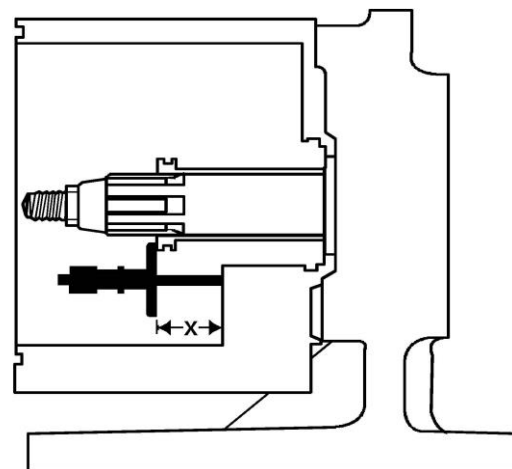

Abbildung 7 – „X“ Dimension
2. Installieren Sie die Dichtungshülse, Pos. 530, über dem Wet End der Welle, Pos. 200, wie in Abbildung 7 unten zu sehen ist. Die Dichtungshülse wird auf die Welle gedrückt, bis sie hinten anschlägt. Die Passflächen zwischen Hülse und Welle müssen gereinigt werden, um Fremdkörper oder Grate zu vermeiden..
3. Mittels eines Tiefenmikrometers oder eines anderen Geräts zur Messung von 0,02mm Schritten, wird die Ausdehnung zwischen der Schulter der Dichtungshülse bis zur hinteren Fläche des Pumpengehäuses gemessen, wie in Abbildung 7 zu sehen ist.
4. Ziehen Sie den Messwert aus Schritt 3 von der „X“ Abmessung für Ihr Pumpenmodell aus der folgenden Tabelle ab. Das Ergebnis entspricht der Dicke des Laminumrings, der zwischen Lagergehäuse und Lagerbock installiert wird. **HINWEIS: Wenn sich die aufgeführten Abmessungen beträchtlich von Ihrer Messung unterscheiden, kontaktieren Sie bitte den technischen Kundendienst von Watson-Marlow MasoSine unter +49 (0)7062 9560-0. Entfernen Sie die Schaftmanschette vom Schaft. Lösen und entfernen Sie die Montagekopfschrauben des Lagergehäuses. Entfernen Sie Lagergehäuse und Schaftaufbau vom Lagerbock.**